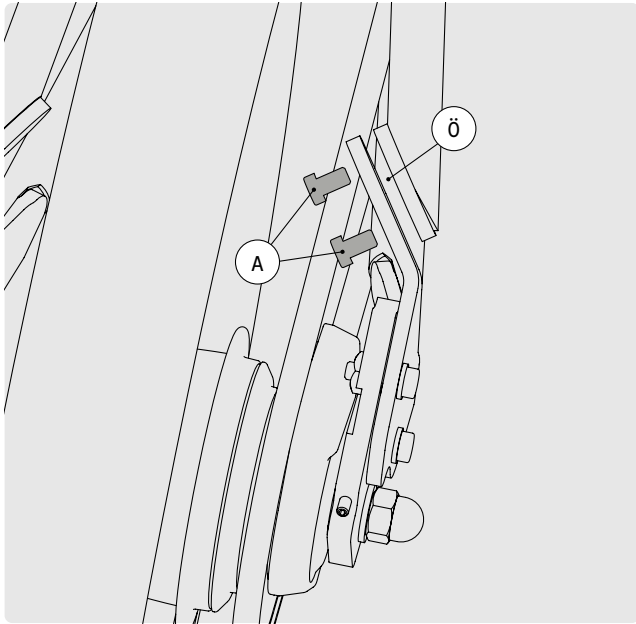

ABB. 49
- 1 Lösen Sie beide Schrauben A des Rahmenschlosses (Abb. 49).